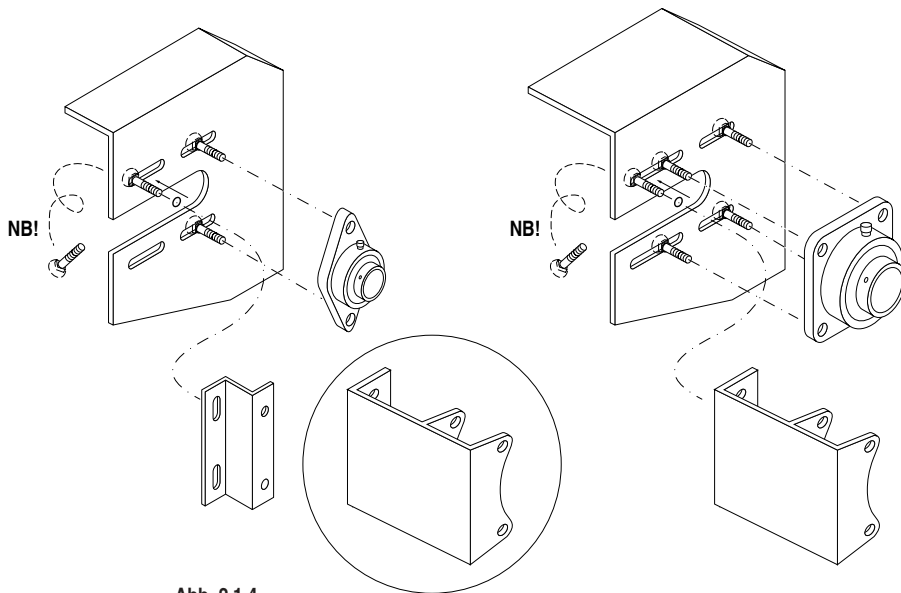

Abb. 2.1.4
- 6 Die Schlossschrauben (für die Montage der Konsolen und des Befestigungsprofils für den Antrieb) mit O-Ringen in den Konsolen anbringen (siehe Abb. 2.1.4) .